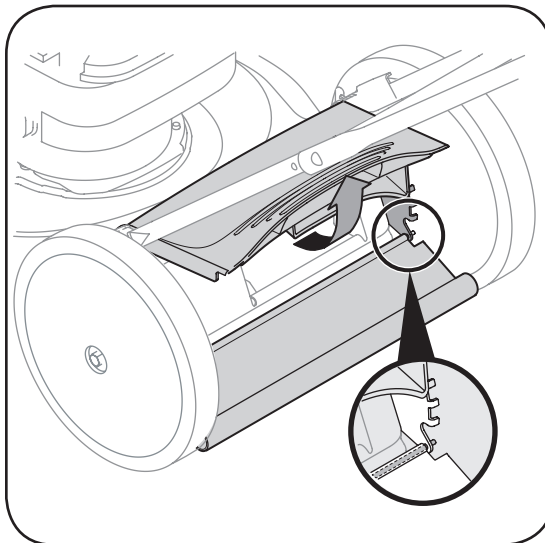

Figura 5-3: Corte el cable para sacar al alerón trasero
1. Para quitar la tapa trasera, levante la puerta trasera, y la tapa de prensa en a ambos lados para quitar del agujero. Ver la Figura 5-3.